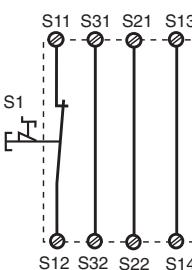
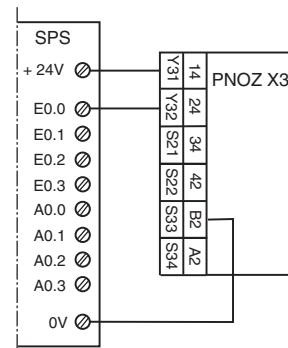

Fig. 2: Circuito de entrada monocanal, rearne automático/Circuito di entrata monocanale, start automatico/Eenkanalig ingangscircuit, automatische start
Fig. 10: Ejemplo de conexión para salida de semiconductor/Esempio di collegamento per uscita semiconduttore/Aansluit voorbeeld van halfgeleideruitgang
En las fig. 2 a 10 se presentan ejemplos de conexión para conexión de parada de emergencia con rearne automático y supervisado, excitación de puerta protectora así como amplificación de contactos mediante contactores externos.
- Fig. 2 y 7: En caso de caída de tensión y rearanque, el dispositivo se inicia automáticamente. Evite un arranque intempestivo mediante un cableado externo adecuado.
- Fig. 2 y 7: S33-S34 **no conectado**
In fig. 2 ... fig. 10 sono riportati degli esempi di collegamento per il cablaggio di arresto d'emergenza con start automatico e manuale, per il comando delle porte di sicurezza, nonché per la moltiplicazione dei contatti mediante relè esterni.
- Fig. 2 e 7: Il dispositivo si avvia automaticamente dopo la caduta ed il ritorno dell'alimentazione. Occorre prevenire un riavvio inatteso usando circuiti esterni di misura.
- Fig. 2 e 7: **nessun** collegamento S33-S34
In fig. 2 ... 10 worden aansluitvoorbeelden gegeven van noodstopschakeling met automatische en bewaakte start, hekbewaking en contactvermeerdering d.m.v. externe magneetschakelaars.
- Fig. 2 en 7: Het apparaat start automatisch bij uittallen en terugkeren van de spanning. Vermijd een onverwacht heraanlopen door maatregelen in de externe schakeling.
- Fig. 2 en 7: **geen** verbinding S33-S34